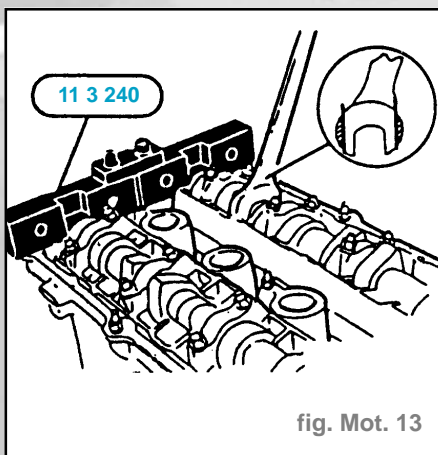

fig. Mot. 13
- Immobiliser les arbres à cames à l'aide du dispositif 11 3 240 (fig. Mot. 13).
- Les arbres à cames peuvent cependant être calés à l'aide d'une clé plate de 24 (fig. Mot. 13).
- Immobiliser les arbres à cames avec l'outil spécial **11 3 240** (fig. Mot. 13).